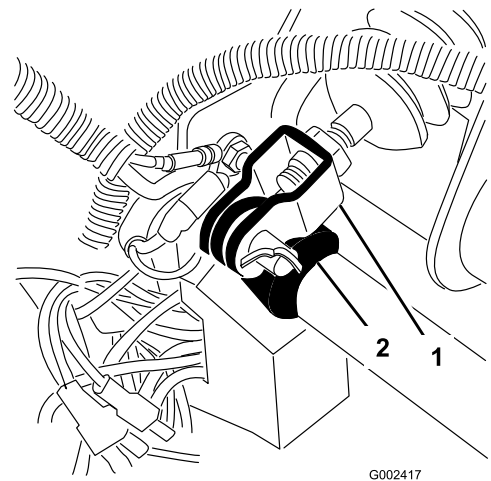

Figura 54
1. Retire el pasador de horquilla y la chaveta que fijan la horquilla del cilindro maestro al pivote del pedal de freno (Figura 54).
- Afloje las contratuercas que fijan la horquilla al eje del cilindro maestro (Figura 54).